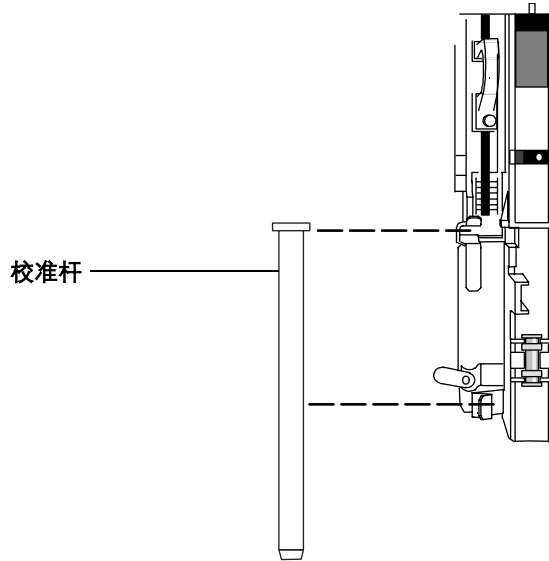

图 63 安装校准杆
- 9 如果进样器停止了并且所有四个指示灯均闪烁，则将校准杆安装到注射器支架中。校准杆的安装几乎与注射器安装一样（图 63）。